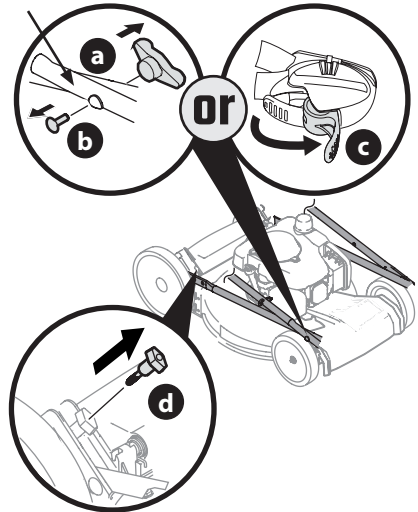

Figure 6
1. Retirez les boutons étoile ou les écrous papillon (a) et les boulons de carrosserie (b) du guidon. Passez à l'étape 2 si le guidon est doté de loquets (c). Voir Figure 6.
2. Retirez les boulons à oreilles (d) des supports du guidon. Voir Figure 6.